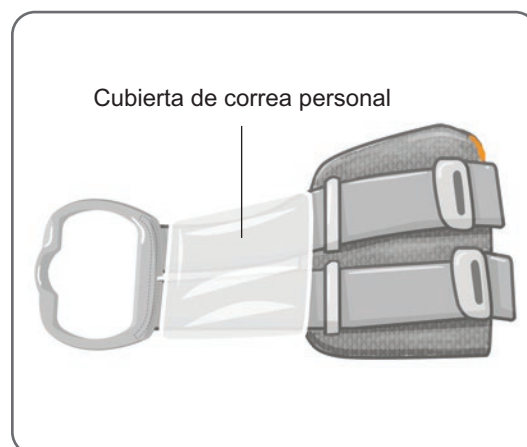

Ilustración 6-3: Cubierta de correa personal en la banda de la parte inferior de la pierna
1. Deslice la cubierta de correa personal sobre la banda de la parte inferior de la pierna. Consulte la ilustración 6-3.